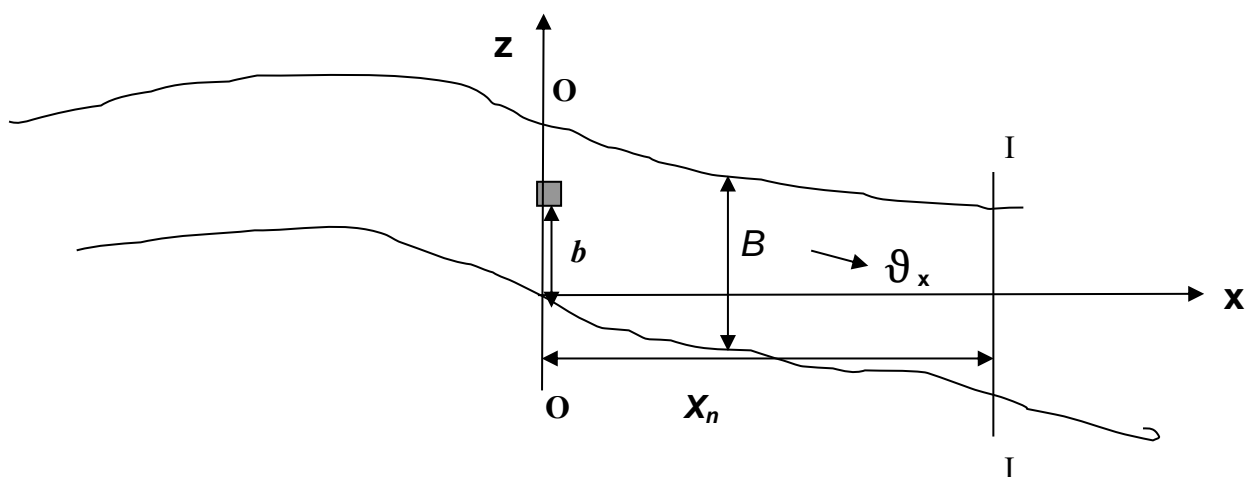

Рис. 5. Схема для расчета разбавления загрязненных вод водотоком:
Для расчета рассмотрим ситуационную схему, в которой выберем систему координат (XZ), как показано на рис. 5.
где система координат выбрана, как показано на ситуационной схеме (см. рис. 5), ось y направлена вглубь реки;